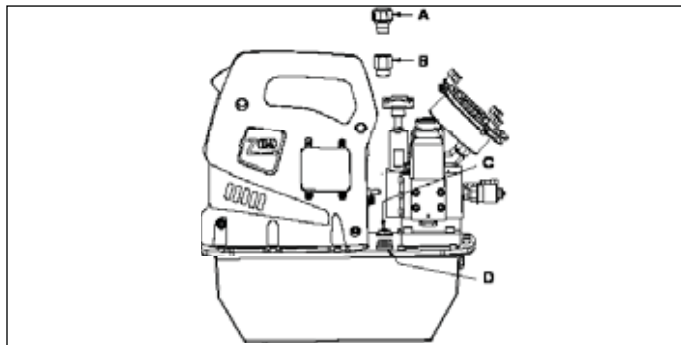
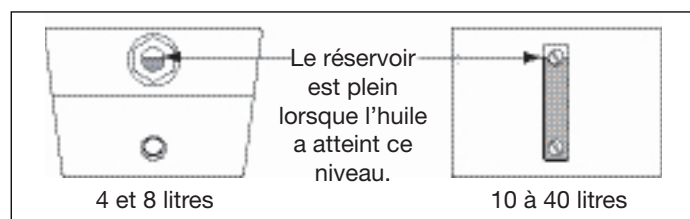

Figure 2, Installation du reniflard ZU4
Figure 4, regard
4.1 Reniflard du réservoir (voir la figure 2)
Check the pump oil level prior to start-up, if necessary add oil by Vérifier le niveau de l'huile de la pompe avant le démarrage, au besoin enlever le bouchon SAE no 10 de la plaque de recouvrement pour ajouter de l'huile (voir figure 2). Le réservoir est plein lorsque le niveau d'huile est au niveau illustré dans la figure 4.